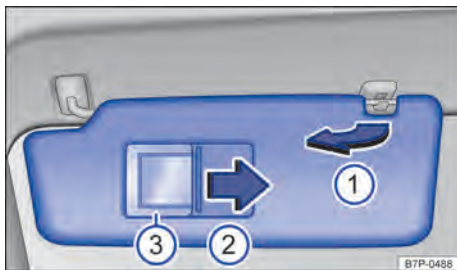

Fig. 112 No revestimento do teto dianteiro: para-sol para o condutor.
- Retirar do suporte e virar para as portas no sentido da seta ⇒ Fig. 112 ①.
No para-sol rebatido para baixo encontra-se um espelho de cortesia atrás de uma cobertura ⇒ Fig. 112 ②. Ao abrir a cobertura no sentido da seta, é iluminada a área adjacente do espelho ③.